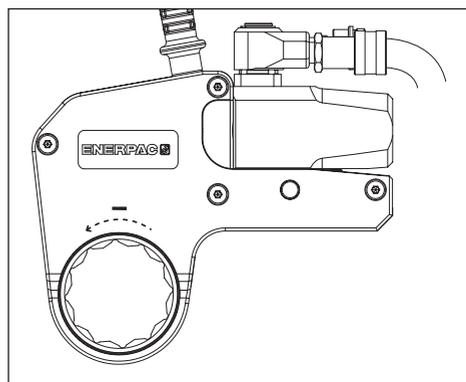

Fig. 9
4.3.3 Desserrage des écrous et boulons (fig. 9 et 10)
- Placer le bras de réaction (17) contre un point de réaction approprié (18). Ce point de réaction offrira un contrepoint à la force produite par l'utilisation de l'outil.